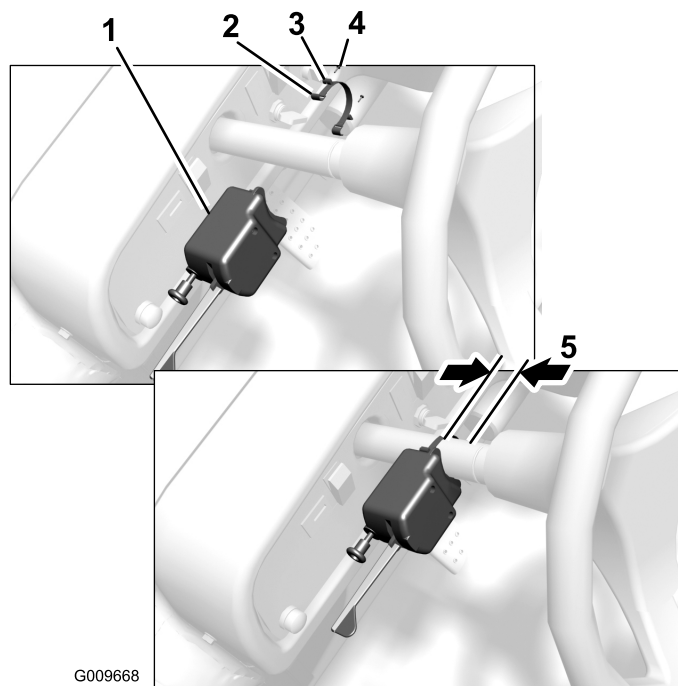

Figure 16
- E. Maintenez le module de commande contre la colonne de direction de sorte que la sangle se trouve à environ 6 mm de la mousse de la colonne de direction (Figure 16). Pliez la sangle autour de la colonne. Insérez l'autre extrémité de la sangle dans le second clip du module de commande et repliez la sangle à 25 mm de l'extrémité. Engagez le clip sous l'ancrage du module de commande.